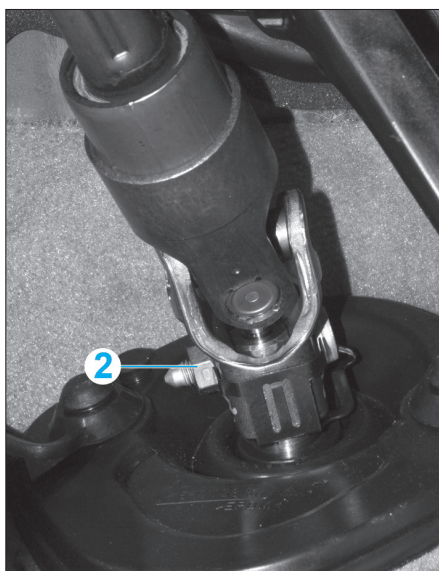

Fig. 9
- Déposer la vis de fixation (2) de la colonne de direction sur le boîtier de direction (Fig.9).